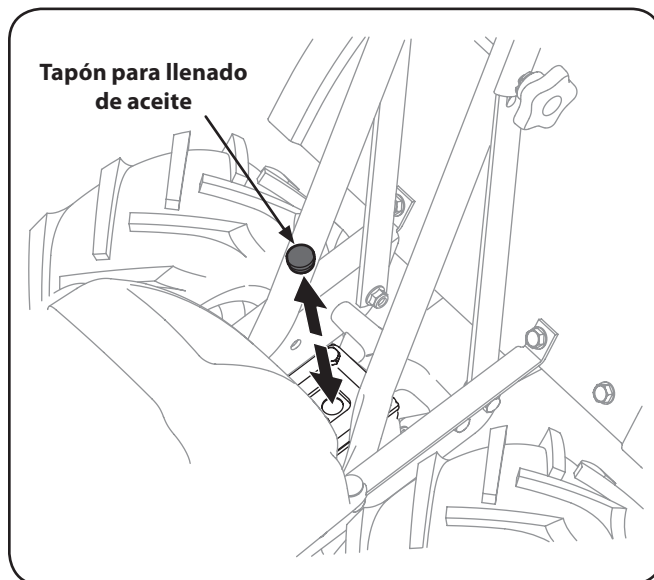

Figura 6-2
3. Limpie el área alrededor del tapón de llenado de aceite. Vea la Figura 6-2.
4. Saque el tapón de llenado de aceite del alojamiento de la transmisión y mire adentro del orificio de llenado para ubicar el eje de la transmisión principal situado debajo del orificio. Vea la Figura 6-2.